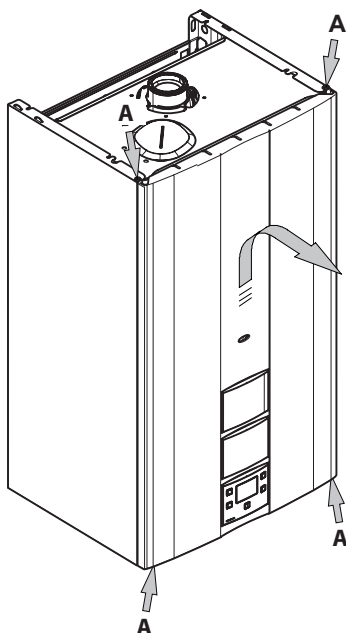

Figura 9.1
- Togliere le viti A. Rimuovere il pannello frontale spostandolo verso l'alto in modo da liberarlo dai ganci inferiori in Figura 9.1.